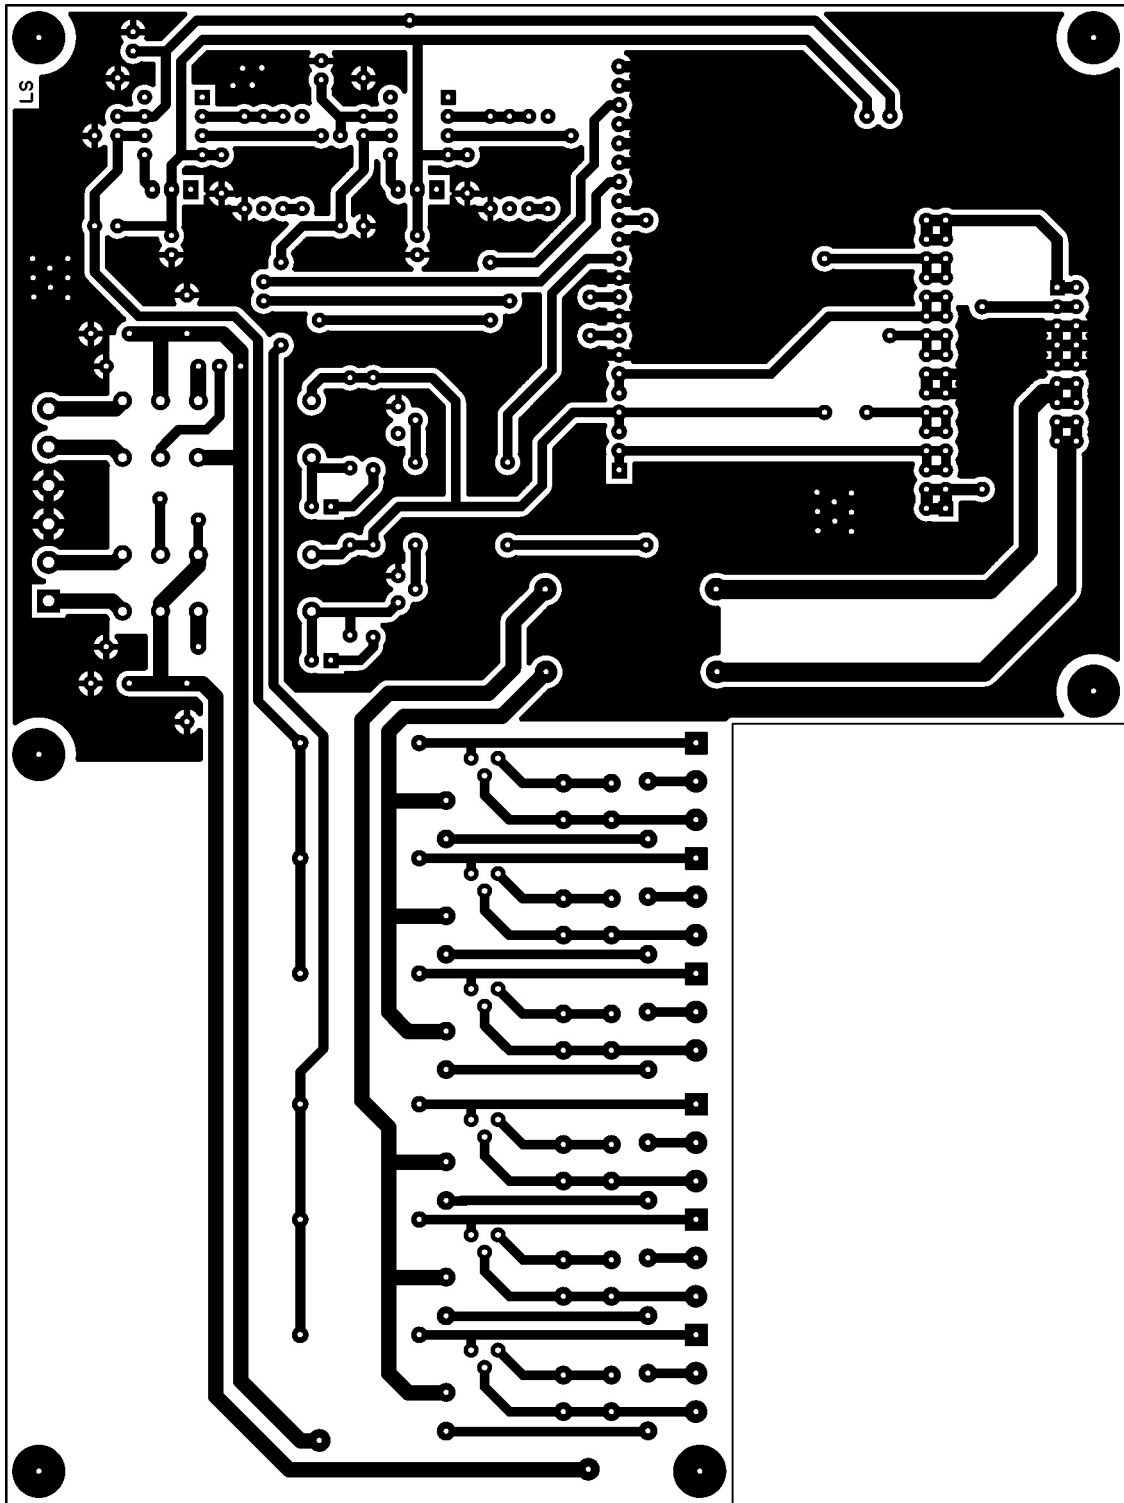

Figure 10b-1: Dessin à l'échelle 1 du circuit imprimé double face du Module de puissance de l'alimentation de laboratoire professionnelle, côté soudures.
**Figure 10b-2 :** Dessin à l'échelle 1 du circuit imprimé double face du Module de puissance de l'alimentation de laboratoire professionnelle, côté composants (plan de masse).
Le grand circuit imprimé en L de la platine de base ou Module de puissance est encore une double face (réalisez-le à partir des dessins à l'échelle 1:1 de la figure 10b-1 et 2, sans oublier les connexions entre les deux faces).